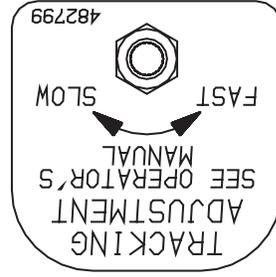

Figura 12. Ajuste neutral
4. Comenzando en el lado izquierdo de la máquina, usando la llave de ajuste ubicada en el lado izquierdo de la máquina. Gire la perilla de ajuste de alineación contra el sentido del reloj justo hasta que la rueda del lado izquierdo comience a arrastrarse hacia adelante. Anote la posición de la tuerca de ajuste. (Vea la Figura 12).